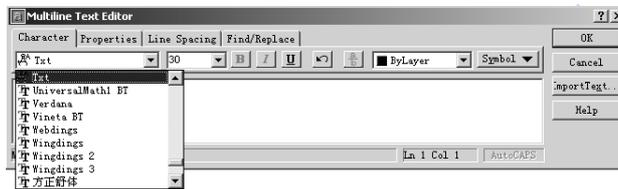

图 4-53 字体下拉列表框
(1) 字体。这是一个下拉列表, 用户可以从中选择自己需要的字体, 如图 4-53 所示。